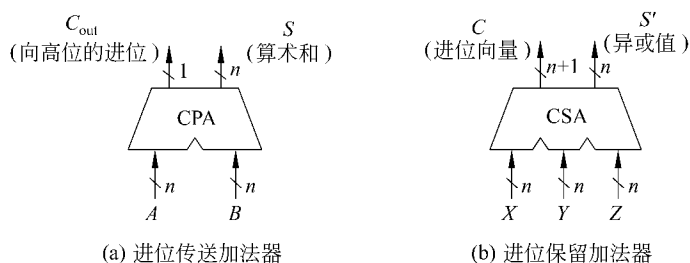

图 3.8 两种加法器符号图
(2) 乘法流水线 乘法运算归根结底是做加法运算,因此先介绍两种乘法流水线中所使用的加法器。
① 进位传送加法器(carry-propagation adder, CPA) 其功能是把两个 n 位二进制数相加,产生算术和,同时产生一位向高位的进位,故又叫先行进位加法器。其符号图如图 3.8(a)所示。
② 进位保留加法器 (carry-save adder, CSA) 其功能是对 3 个 n 位数进行异或运算；同时求出这 3 个数的进位向量，暂时保留；其算术和需下一级加法器求出，故又叫伪加法器。其符号图如图 3.8(b) 所示。